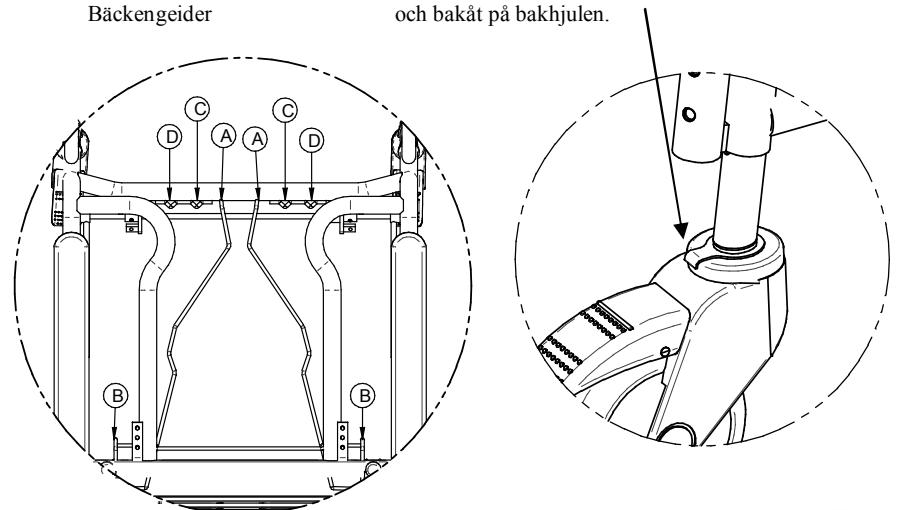

Fig. 4)clips / snaplock / Schnellverschluß
4)Fodhviler: Flyt Clipsen (fig.4) som udgangspunkt til det næstnederste hul i holderen. Monter herefter fodhvileren på stolen, idet den sættes ned i holderen.
Fuss-Stützen (Fig 4): Schnellverschluss als Ausgangspunkt in das 2-letzte Loch einführen und die Fuss-Stützen in das Rohr stecken.